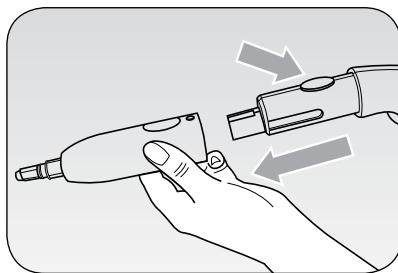

Fig. 2
Monte na pistola (C) o acessório desejado (ver parágrafo “ACESSÓRIOS”), encaixando-o até ao bloqueio, carregando ao mesmo tempo no dispositivo de bloqueio/desbloqueio superior na pistola (Fig. 2).
Este acessório, a montar no adaptador (12), ajuda a remover as incrustações mais resistentes como aquelas que se formam nos fogões, nos fornos e nas juntas dos azulejos. Pode ser utilizada para a limpeza de sanitários, lavatórios, grelhadores, duches ou banheiras, eliminando todo sinal de calcário (Fig. 2).